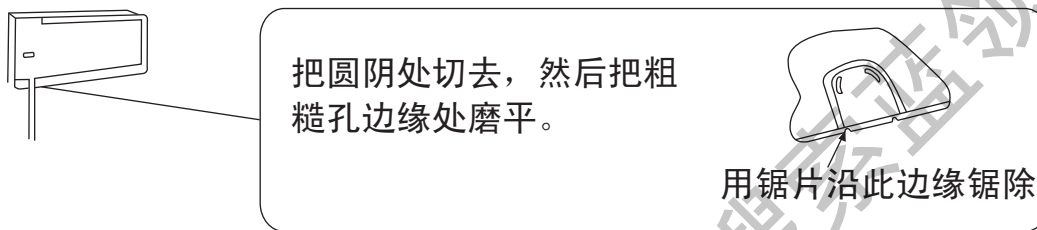

图8
(2) 如铜管是从左边或下边引出时，应扳去左边的出管板，或把下盖板上如下图所示部位锯除，然后把铜管塞进。（图8）